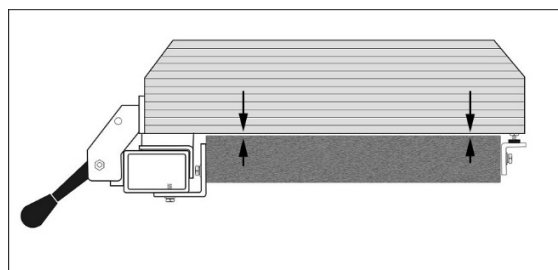

Рис. 10: зазор между упором и столом
1. Проверьте зазор между столом и нижней частью упора (см. Рис. 10). Упор должен не соприкасаться с поверхностью стола, а быть слегка над ней. В передней и задней частях стола зазор должен быть одинаковым.